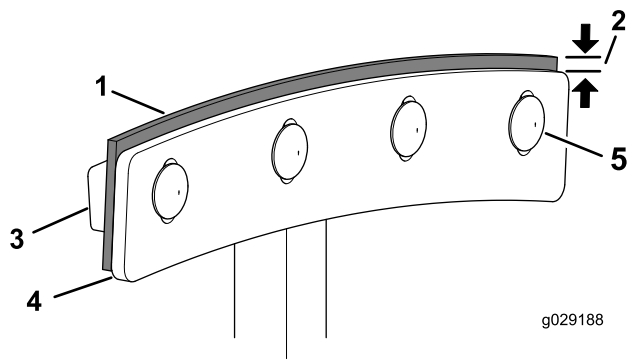

Figure 73
4. Desserrez les boulons de carrosserie et les contre-écrous à embase qui fixent la lame et le racloir à la pale (Figure 73).